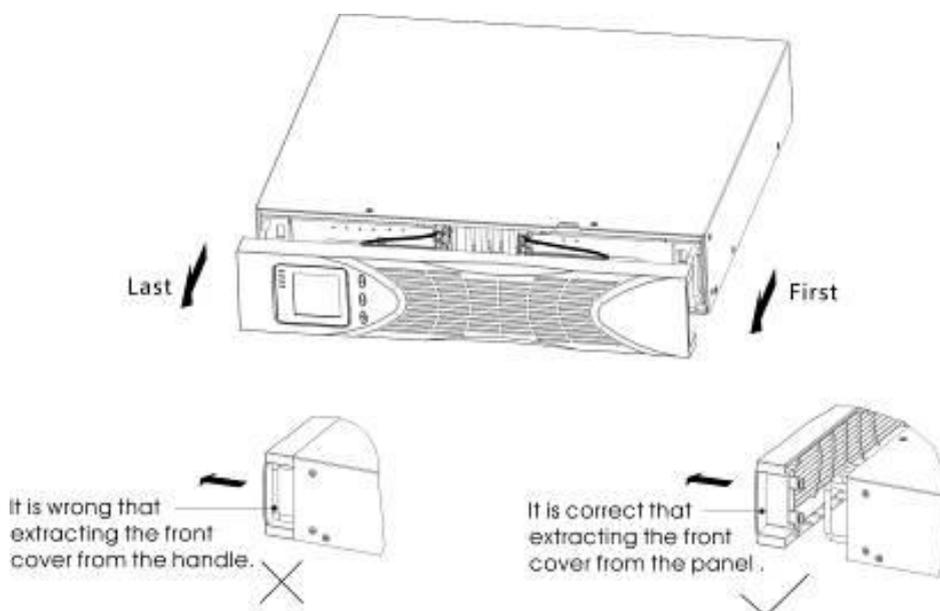

Figura 8 Estrarre la copertura frontale dell'EBP
- (1) Per installare l' / gli EBP opzionale/i per un UPS
- a) Rimuovere la copertura frontale di ciascun EBP e UPS (si veda Figura 8).